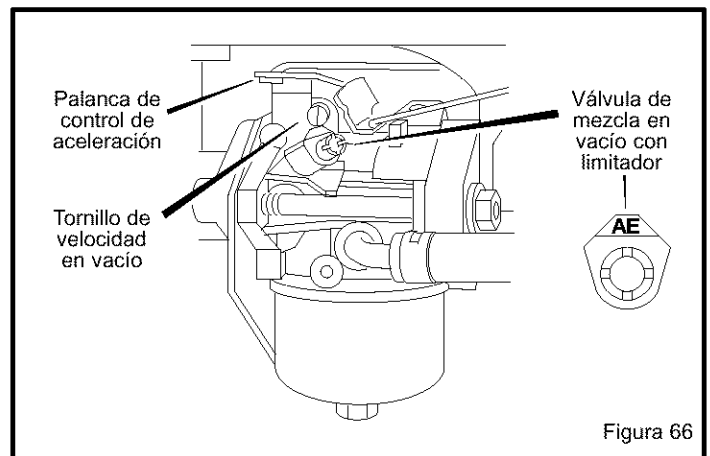

Figura 66
3. Gire la **palanca de control de aceleración** del carburador contra el **tornillo velocidad en vacío** y manténgalo así (Figura 66). Luego, gire el **tornillo velocidad en vacío** para obtener 1750 rpm (use un tacómetro).